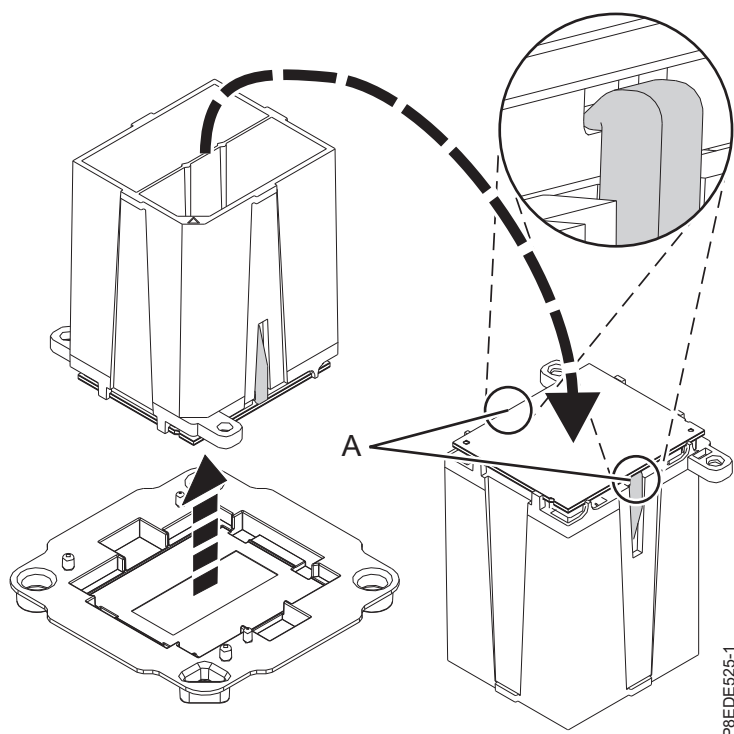

図 97. システム・プロセッサ・モジュールの取り付けの準備
- b. 両方のご部 (A) がしっかりとシステム・プロセッサ・モジュールをつかんでいることを確認します (図 97 を参照)。